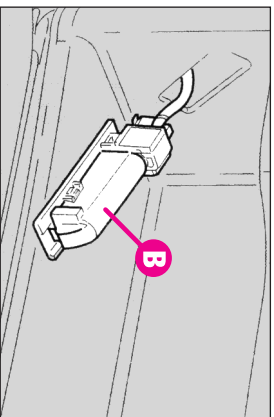

fig.61
- Deschideți capacul protector (B-fig.61).
-Închideți capacul protector (B-fig. 61).